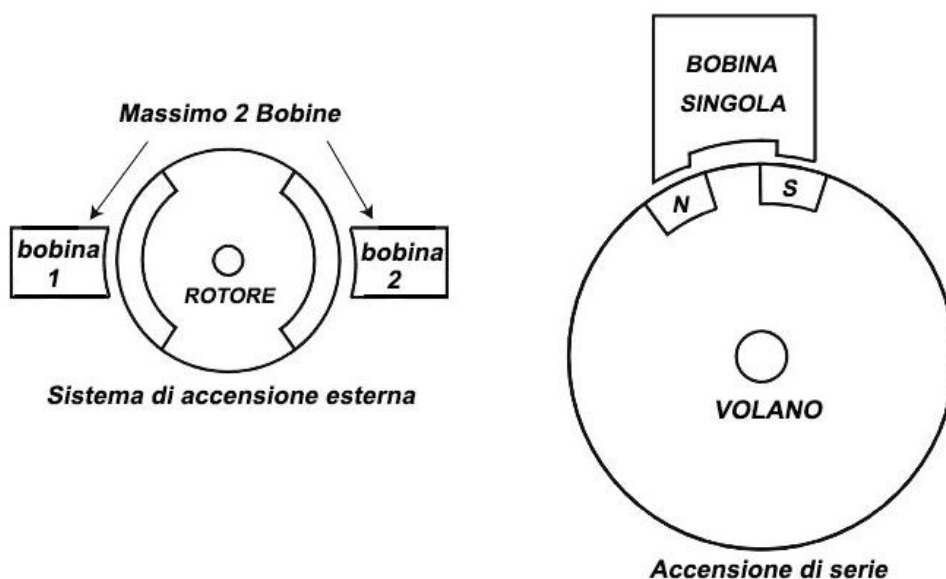

Figura 22 : Tipi di accensione motore 1/5 TC
9.3.3 **Anticipo accensione:** deve essere fisso (bloccato); sono permesse variazioni di anticipo non in movimento ma effettuate solo manualmente. Tutte le accensioni devono essere fissate meccanicamente al carter del motore. Il volano può avere solo uno paio di poli magnetici (Nord e Sud) vedi figura 22. Ci possono essere solo un massimo di due bobine (o un singolo combinato LT e HT: bobina con il tipo di accensione standard; oppure due bobine LT per i sistemi di accensione esterni) che lavorano con il volano / rotore, (**vedi Figura 22 sottostante**)